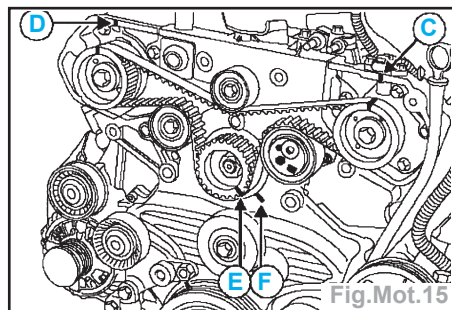

Fig.Mot.15
- Le repère LH de l'arbre à cames du banc avant doit être aligné avec le repère (C) (Fig.Mot.15).